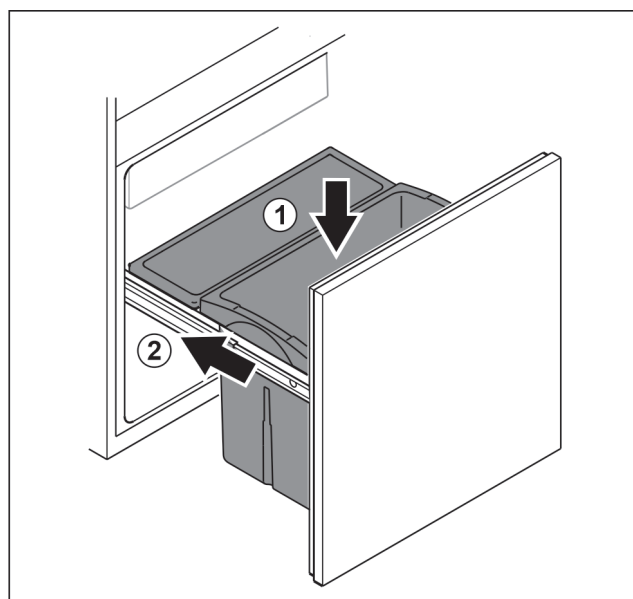

Fig. 81
- ▶ Поставете чекмеджето отгоре. Fig. 81 (1)
- ▶ Вкарайте изтеглящата се ракла. Fig. 81 (2)